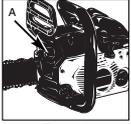

Fig. 20A
1. Retire os 2 parafusos (A) e extraia o silenciador (fig. 20A).